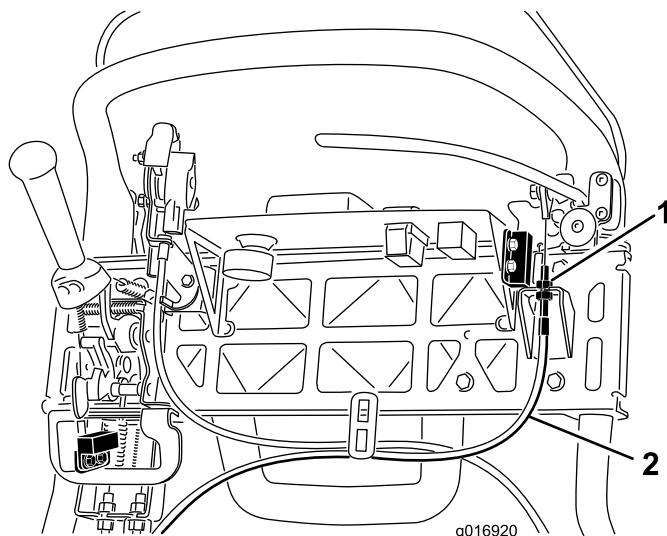

Figura 40
3. Para aumentar la tensión del cable, afloje la contratuerca superior del cable y apriete la contratuerca inferior (Figura 40) hasta que se requiera una fuerza de 156 N aplicada a la palanca de freno para quitar el seguro del freno de estacionamiento. No ajuste demasiado, o la cinta del freno puede agarrarse.